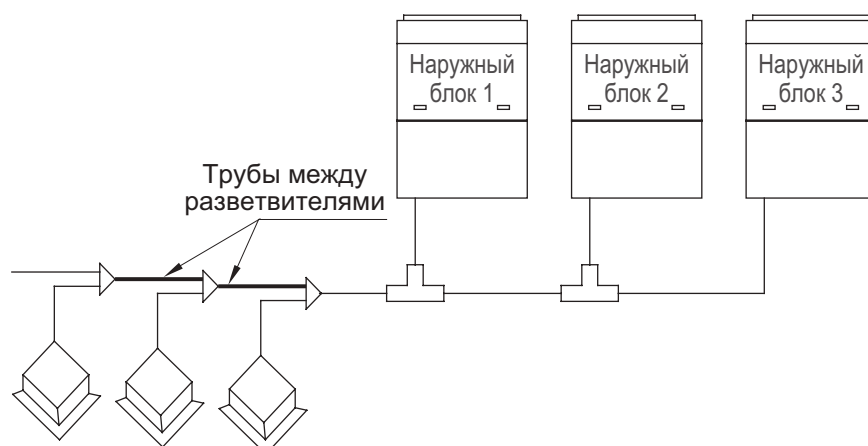

Рис. 7.7.
7.3.3.4. Диаметр труб между разветвителями FQ (рис. 7.7.) определяется в зависимости от суммарной производительности внутренних блоков, подключенных после этих труб, в соответствии с таблицей 7.8.